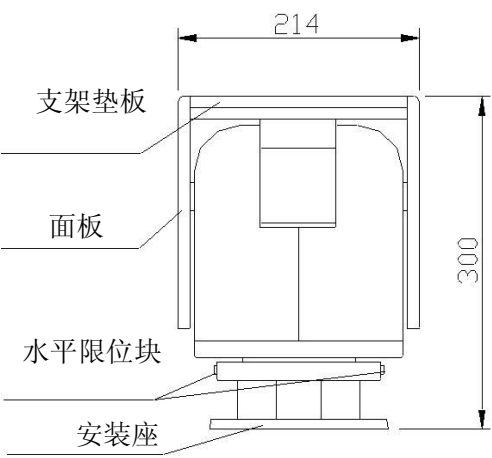
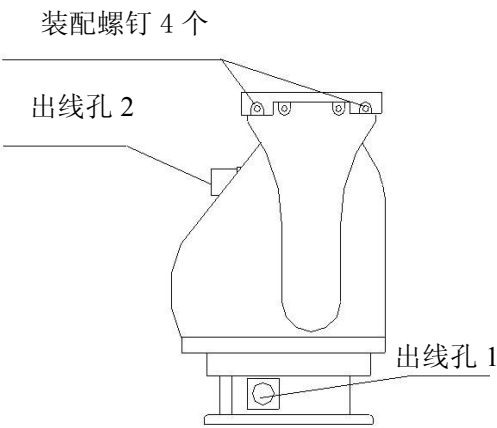
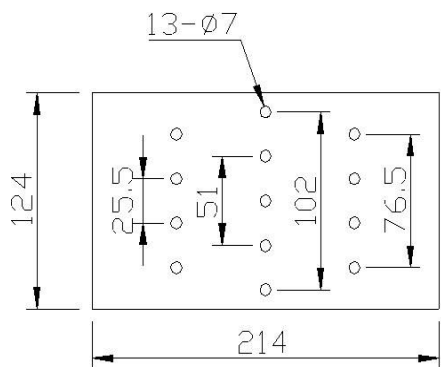

图 3
图 4
图 5 支架板安装尺寸
二、 结构说明 （见图 3,图 4）
- 2、安装防护罩，卸下装配螺钉 4 个(见图 4) 取下支架垫板，将防护罩固定在支架垫板上，然后将其与云台安装好，支架安装尺寸见图 5。
云台有两个同样的带线出线孔具体位置见图 3；出线孔 1 线缆的接线方法见表一；出线孔 2，为控制信号线缆已做接头，具体定义见表二。
通过调整水平限位块实现，限位块位置见图 3。